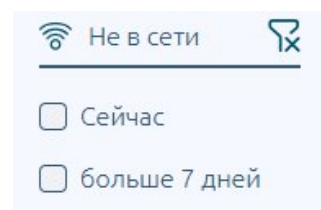

Рис. 12 Не в сети
- Не в сети – сортировка приборов который не в сети на данный момент либо более 7 дней (Рисунок 12)